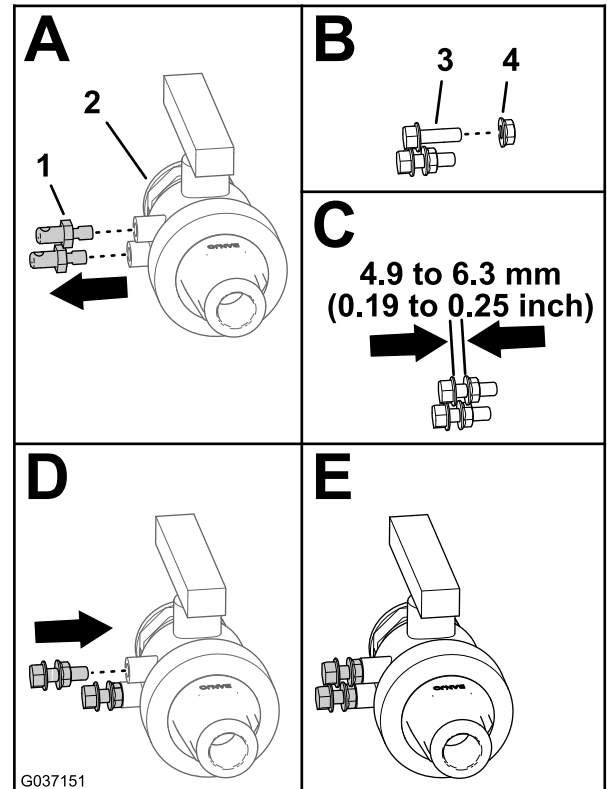

Bild 12
- Entfernen Sie die beiden Montagestifte vom Ablassventil (Kasten A in Bild 12).
- Schrauben Sie die beiden Sicherungsbundmutter (5/16") auf die beiden Bundkopfschrauben (5/16" x 1"), wie in (Kasten B und C in Bild 12) dargestellt.
- Montieren Sie die Sicherungsbundmutter und die Bundkopfschrauben am Ablassventil und ziehen Sie diese handfest an (Kasten D und E in Bild 12).